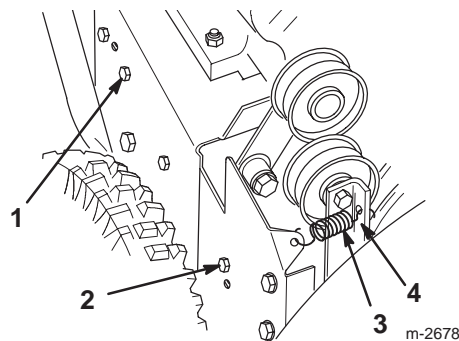

Figure 28
2. Boulon (3)
4. Desserrez le bras de frein de tarière. Pour ce faire, desserrez la dernière vis arrière et retirez la vis avant (Fig. 28).
5. Déposez le ressort de poulie folle (Fig. 28). Laissez le bras de frein pendre librement, mais hors du chemin.
4. Desserrez l'ensemble bras de frein de tarière. Pour ce faire, desserrez la vis arrière et retirez la vis avant qui fixent l'ensemble bras de frein au châssis (Fig. 28).
5. Déposez le ressort de poulie folle (Fig. 28). Laissez les bras de frein pendre librement, mais hors du chemin.